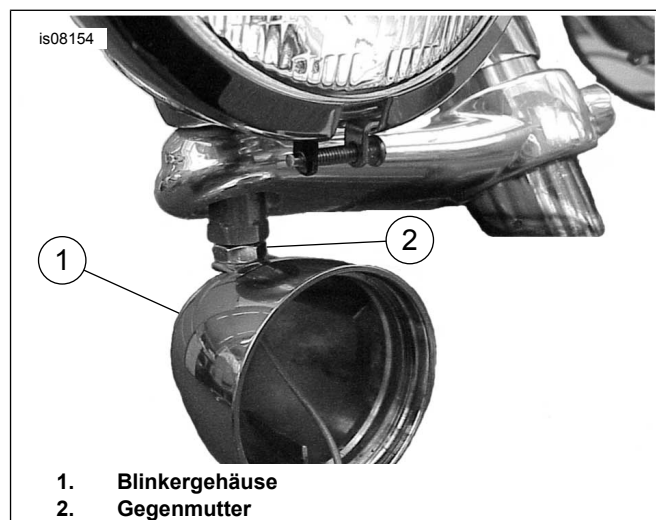

Abbildung 10. Blinker einbauen
10. Siehe Abbildung 10. Blinker auf der Sicherungsmutter einschrauben, bis er fest sitzt, dann etwas zurückdrehen, um die vordere Ausrichtung der Lampengehäuse zu ermöglichen. Gegenmutter gegen das Blinkergehäuse fest anziehen, um es in der Position zu verriegeln.